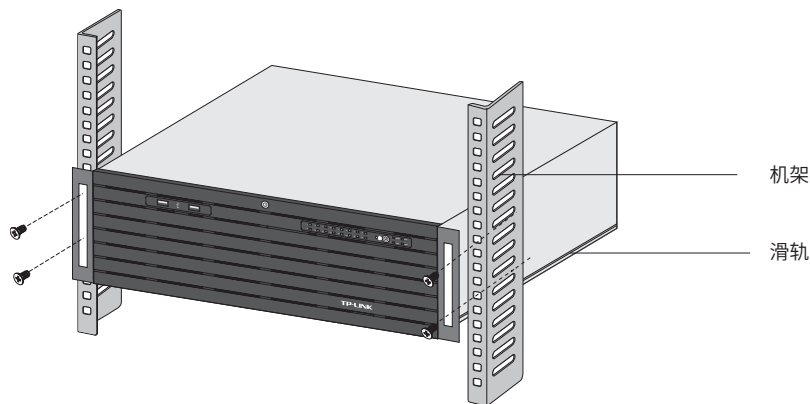

图2-1 机架安装示意图
3. 用螺钉将L型角铁固定在机架两端固定的导槽上,确保视频存储服务器稳定、水平地安装在机架上,如图2-1所示。